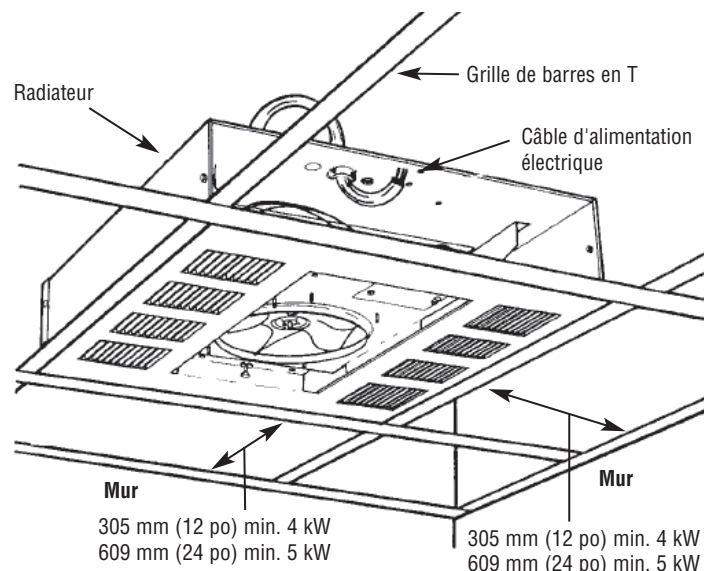

Figure 4
Installation de radiateurs encastrés dans des plafonds « T » (voir les Figures 4 et 5, pages 4 et 5)
14. Placer le radiateur dans la grille des barres en T (Figure 4) et fixer solidement comme il convient.